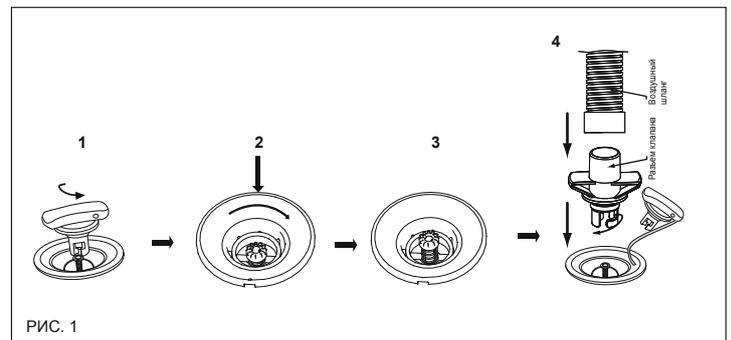

РИС. 1
- Надуйте лодку, открутив колпачок воздушного клапана (рис. 1, пункт 1). Убедитесь в том, что внутренний пружинный клапан не вжат. Если он вжат (рис. 1, пункт 2), нажмите на пружинный клапан и поворачивайте его против часовой стрелки, чтобы внутренний пружинный клапан оказался в правильном положении (рис. 1, пункт 3). Подсоедините шланг в положении накачивания к ручному насосу высокого давления. Надуйте основную камеру до давления 0,23 бара (3,34 psi). (рис. 1, пункт 4) После накачивания вставьте манометр из комплекта поставки в воздушный клапан для проверки давления воздуха. После этого закрутите колпачок воздушного клапана.